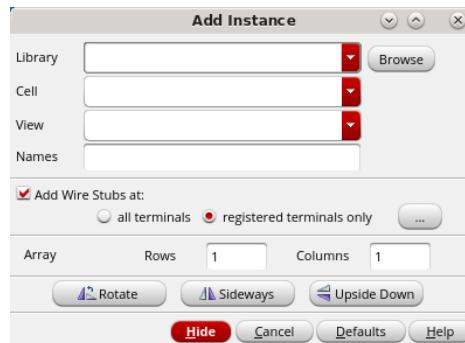

图 27 添加实例
21. 在弹出的如图 27 所示的对话框中，点击 Browse 按钮。